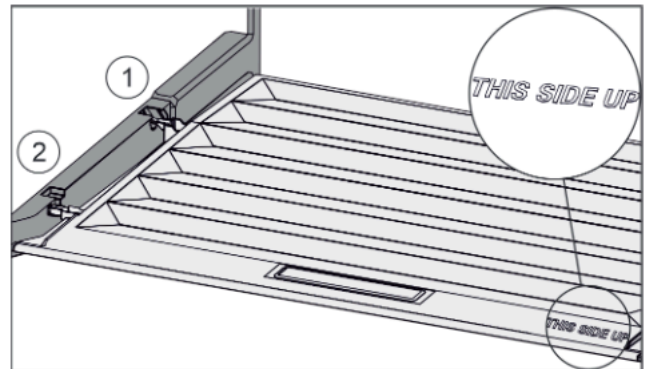

Fig. 52
- ▶ Inserire le nervature del coperchio attraverso l'apertura del supporto posteriore Fig. 52 (1) e innestare anteriormente nel supporto Fig. 52 (2).